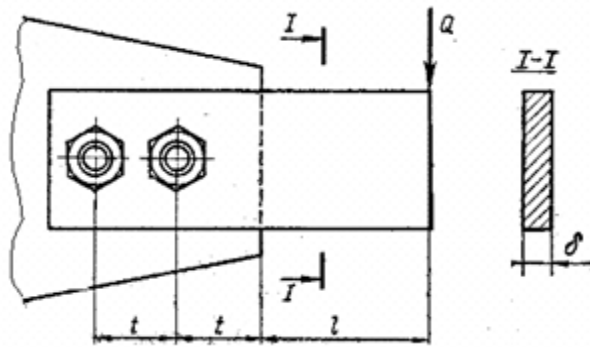

Рис.1. Соединение косынки с полосой
a) Определить диаметр болтов, соединяющих косынку с полосой толщиной δ , на конце которой приложена сила Q (рис.1). Длина консольной части l , расстояние между болтами t . Расчёт выполнить для болтов, установленных в отверстии с зазором и без зазора. Данные брать из таблицы 1.